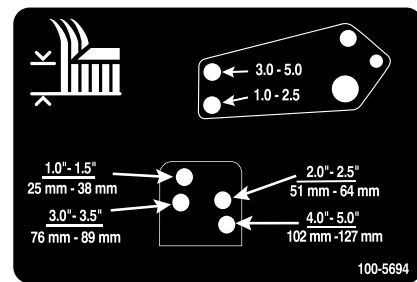

Bild 26
10. Fluchten Sie die Löcher des Stoßdämpferlenkers mit den ausgewählten Löchern in der Schnitthöhenhalterung am Mähwerkrahmen aus, setzen die Lastösenbolzen ein und bringen die Splinte an (Bild 26).